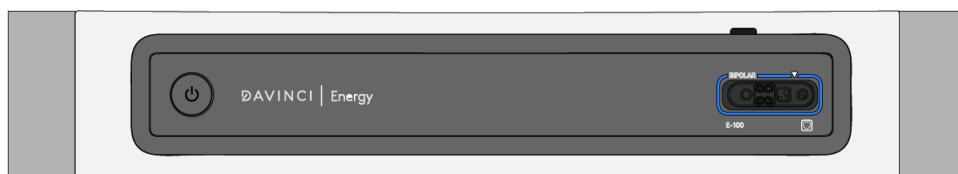

Figura 2.10 E-100 desligado e instrumento desconectado
2. Certifique-se de que o conector do cabo do instrumento tenha sido desconectado (Figura 2.10) antes de limpar o E-100. Usando um pano umedecido com uma das soluções de limpeza listadas acima, limpe minuciosamente todas as superfícies do E-100 e áreas de conexão do Carrinho de Visão.